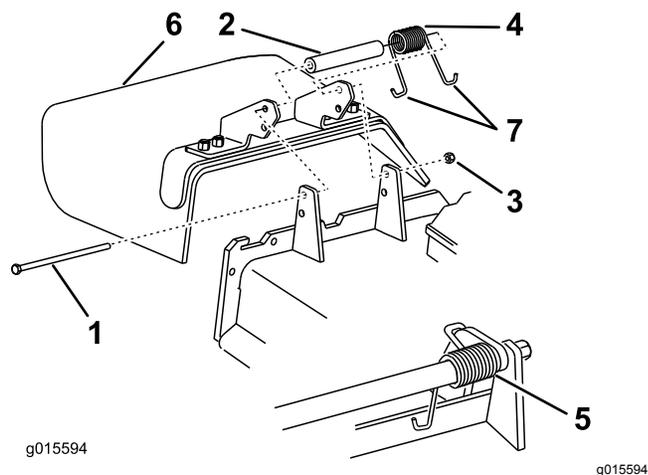

図 88
1. デフレクタをピボットブラケットに固定しているロックナット、ボルト、スプリング、スペーサを外す(図 88)。
注 必ず、スプリングの J フック端の1つをデッキエッジの後ろに引っ掛け、それからボルトを 図 88 のように取り付けてください。
6. J 形端部のひとつをデフレクタに引っ掛ける 図 88。